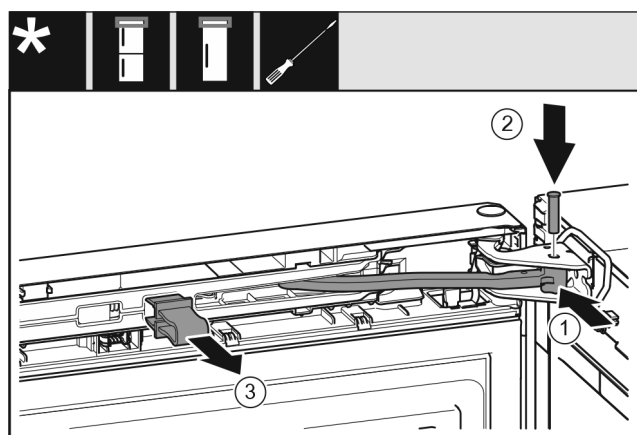

Fig. 23
- Okrenite zglobov Fig. 23 (1) u podlošku ležaja.
- Umetnite svornjak Fig. 23 (2) u podložak ležaja i zglobov. Pritom se pobrinite za to da uskočna izbočina ispravno leži u utoru.
- Skinite osigurač Fig. 23 (3).